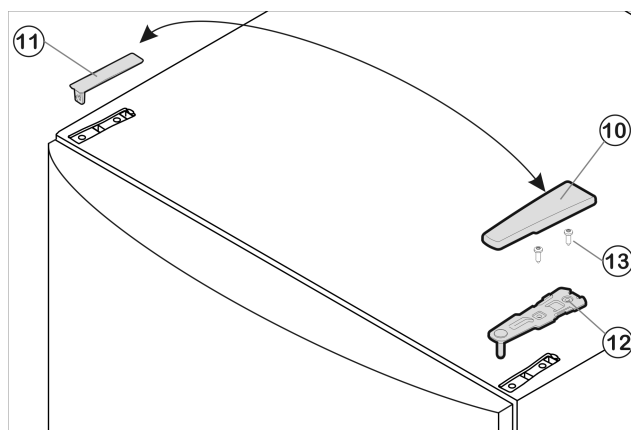

Fig. 6
- ▶ Trekk dekselet Fig. 6 (10) ut fra forsiden og fjern dekselet Fig. 6 (11).
- ▶ Skru av øvre lagerbukk Fig. 6 (12)(2 ganger torx 25) Fig. 6 (13) og trekk den opp og av.
- ▶ Sett den øvre lagerbukken *Fig. 6 (12)* inn i døren på den nye hengselsiden.
- ▶ Skru fast den øvre lagerbukken *Fig. 6 (12)* (2 x torx 25) *Fig. 6 (13)*. Lag ev. skruerhull eller bruk batteridrevet skrumaskin.
- ▶ Klikk både dekselet *Fig. 6 (10)* og dekselet *Fig. 6 (11)* på på motsatt side.